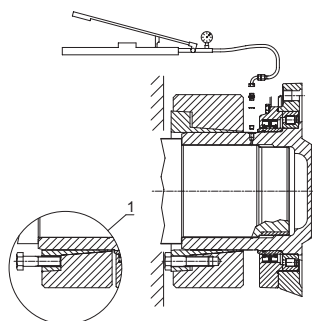

Fig. 5
- 2) Nel caso gli anelli non si separassero spontaneamente dopo avere allentato le viti, trasferirne alcune nei fori di estrazione dell'anello interno (Fig.5 dettaglio 1) e avvitandole, separare quest'ultimo dall'anello esterno.